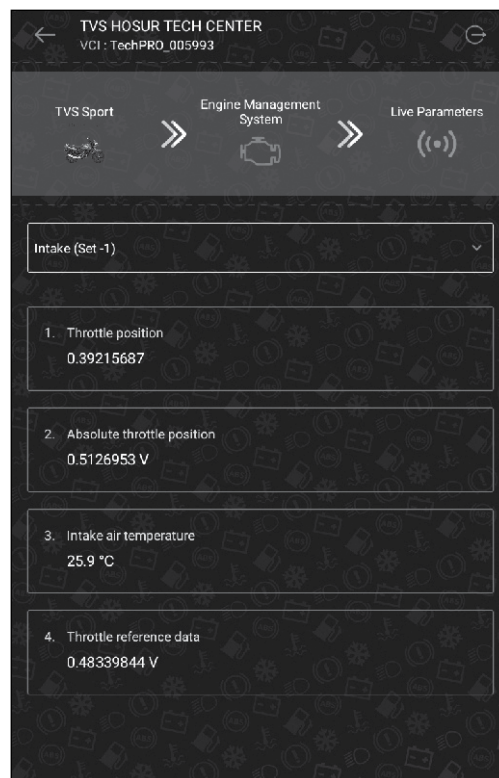

Fig. 7.14
- Ao pressionar a visualização do módulo, o aplicativo exibirá o seguinte. (Fig. 7.14)